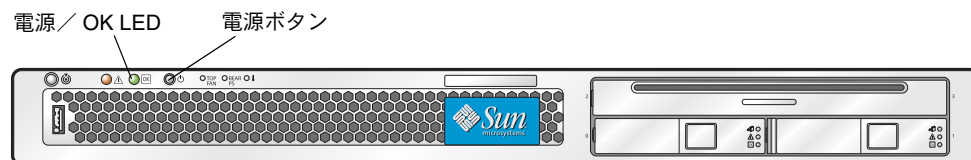

図 3-1 電源ボタンと電源 / OK LED の位置
1. サーバーを、主電源モードからスタンバイ電源モードにシャットダウンする方法を選びます。図 3-1 を参照してください。